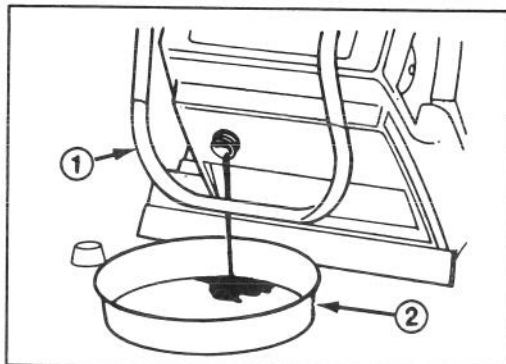

Fig. 16
1. Tøm bensintanken (Fig. 16).
1. TØM BENSINTANKEN (Fig. 16) Fjern lokket fra snøfreserens bensintank. Tipp maskinen forsiktig forover og la bensinen renne ned i en vid beholder. Sett maskinen tilbake i stilling og sett lokket tilbake på tanken. Tørk opp eventuelt spilt bensin og oppbevar brennstoffet i godkjent beholder.